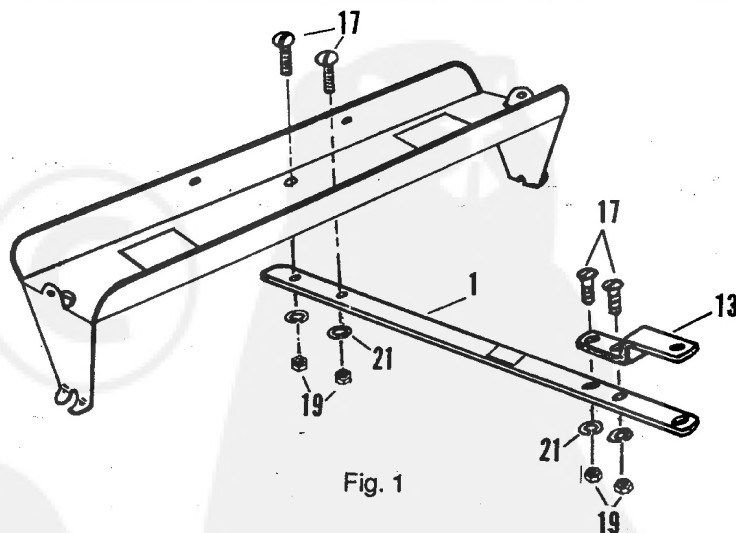

Fig. 1
Reportez-vous à la Fig. 1
- Si vous utilisez des parpaings, normalement deux suffisent pour favoriser une bonne pénétration, dans la mesure où l'herbe n'est pas trop sèche. Le poids doit être ajouté à la barre d'attelage attaché à la barre d'attelage du tracteur et peut être fixé par des sangles en caoutchouc, du fil métallique provisoire, une corde en nylon ou tout autre type d'attache pouvant convenir. Le trou dans les plaques du support de l'essieu peut servir pour fixer les attaches (voir FIG. 1).